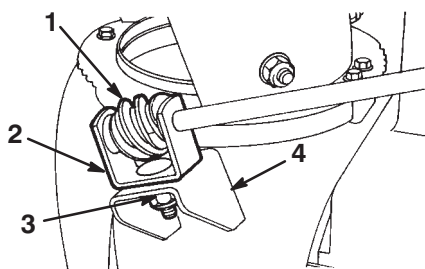

Figure 10
2. Enduisez la vis sans fin de graisse multi-usages N° 2 (Fig. 10).
3. Montez la vis sans fin et l'étrier sur le support prévu, de manière lâche, à l'aide d'un boulon, d'une rondelle pyramidale et d'un contre-écrou, comme illustré dans la Figure 10.
4. Glissez la vis sans fin dans les dents de la couronne de l'éjecteur et serrez l'écrou (Fig. 10).